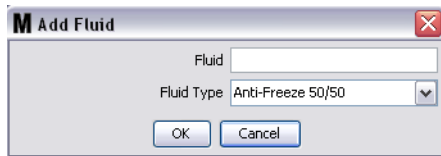

FIG. 67
3. Sulla schermata Add Fluid (Aggiungi fluido) digitare un nome per il fluido nel campo Fluid (Fluido) (FIG. 67) (40 caratteri massimo). Per un'identificazione e comunicazione più facile, si consiglia di utilizzare nomi di fluidi brevi.